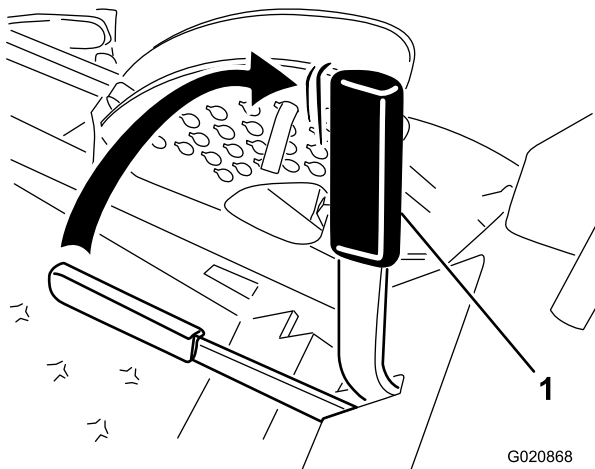

Bild 13
2. Ziehen Sie den Feststellbremshebel nach hinten und oben, um die Feststellbremse zu aktivieren (Bild 13).